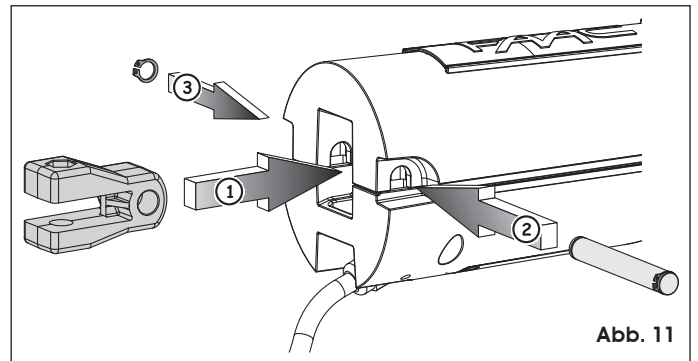

Abb. 11
3. Die hintere Befestigung des Antriebs montieren (siehe Abb. 11).